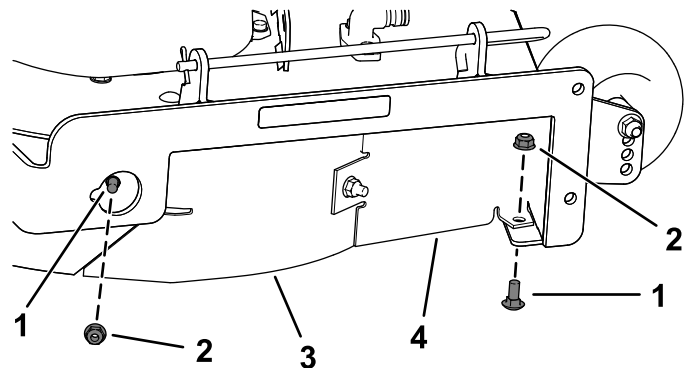

Figura 32
7. Remova os dois parafusos de carroçaria (5/16 x 3/4 pol.) e as duas porcas de bloqueio (5/16 pol.) que prendem o abafador direito e a proteção do abafador à plataforma do cortador (Figura 32).